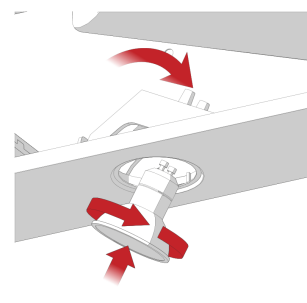

рис. 2
- Вставить новую галогенную/ LED лампочку в гнездо и повернуть её против часовой стрелки. (рис. 2) Внимание: Замена галогенных лампочек производится после полного остывания!